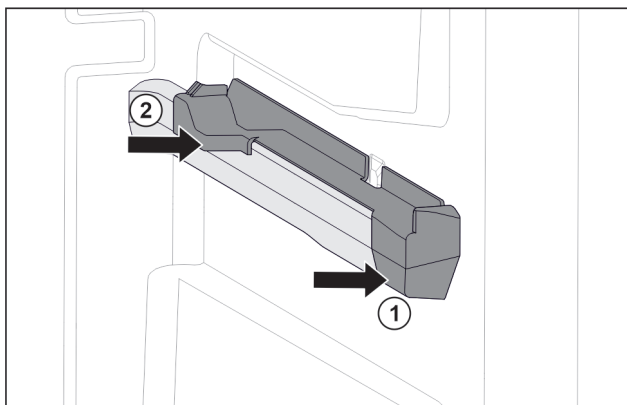

Fig. 109 Pealepisteosa paremal anumaribil
- ▶ Pange pealepisteosa ees anumaribil kohale. Fig. 109 (1)
- ▶ Vajutage pealepisteosa taga vastu. Fig. 109 (2)